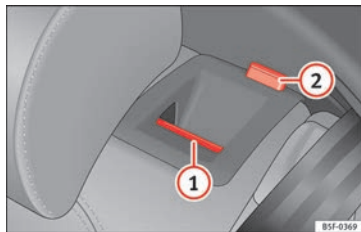

Fig. 151 Sullo schienale del sedile posteriore: tasto di sblocco (1); tacca rossa (2).
- Tirare il tasto di sblocco » **fig. 151 (1)** in avanti e, contemporaneamente, abbattere lo schienale.
- Lo schienale posteriore è sbloccato quando si vede la tacca rossa sul tasto (2).
Lo schienale posteriore è sbloccato quando si vede la tacca rossa sul tasto » **fig. 151 (2)**.